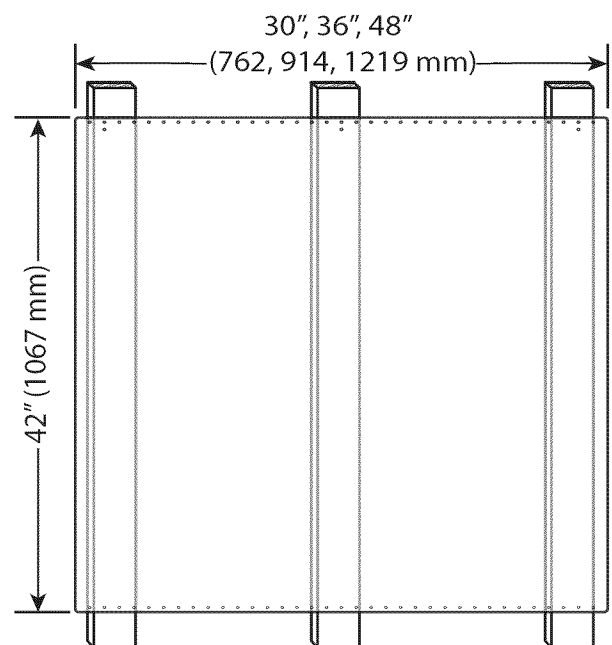

Figura 15: Instalación de la consola trasera
3. Utilice dos de los tornillos proporcionados para fijar las partes inferior y superior de la consola trasera de protección a cada travesaño de pared (vea la *Figura 15*).